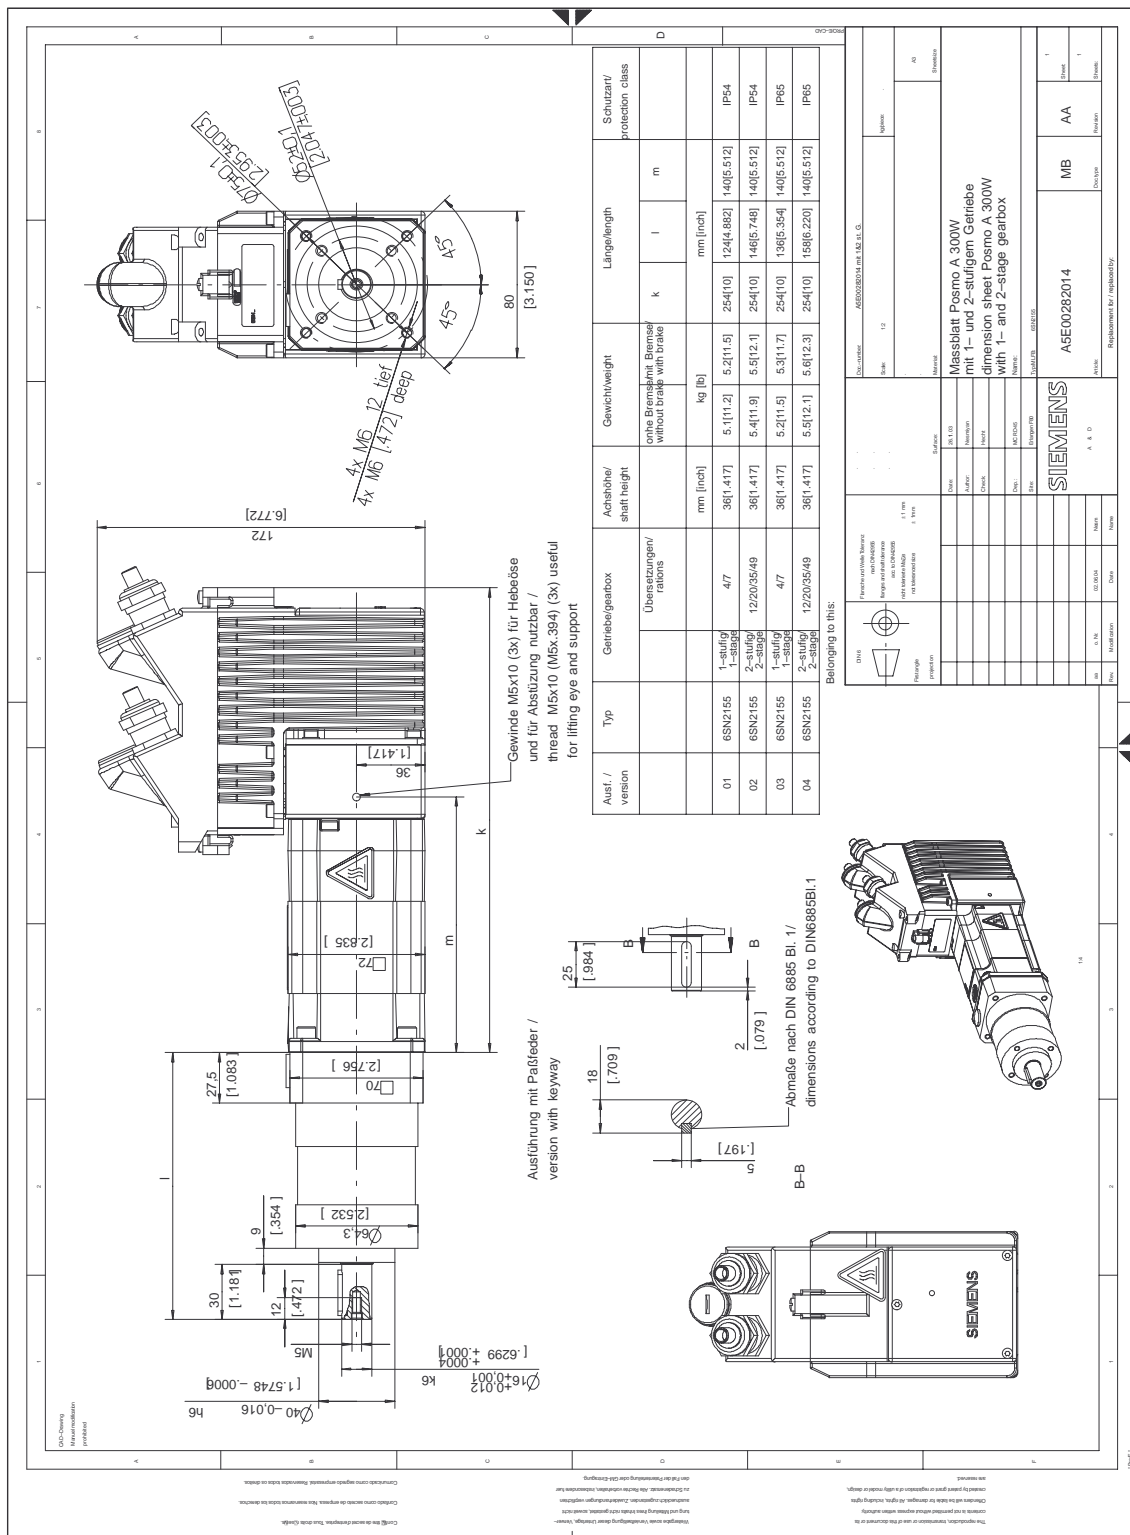

Bild C-5 Maßblatt: SIMODRIVE POSMO A – 300 W mit Planetengetriebe (1-stufig, 2-stufig)
- Motor mit Planetengetriebe (1-stufig, 2-stufig) —> siehe Bild C-5